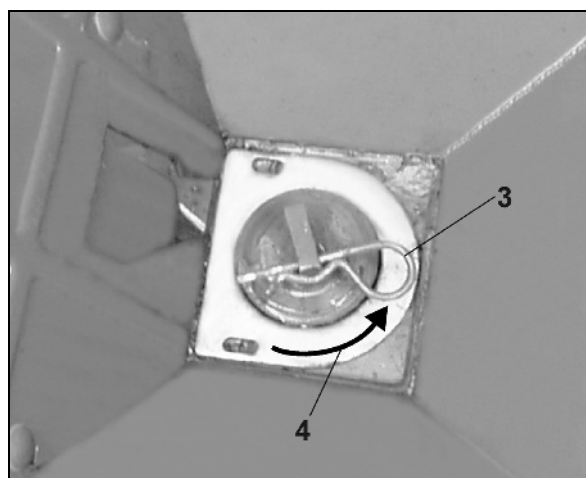

图 90
1. 将弹簧插销 (图 90/1) 拉出。
2. 取下搅拌头上的套筒 (图 90/2)。